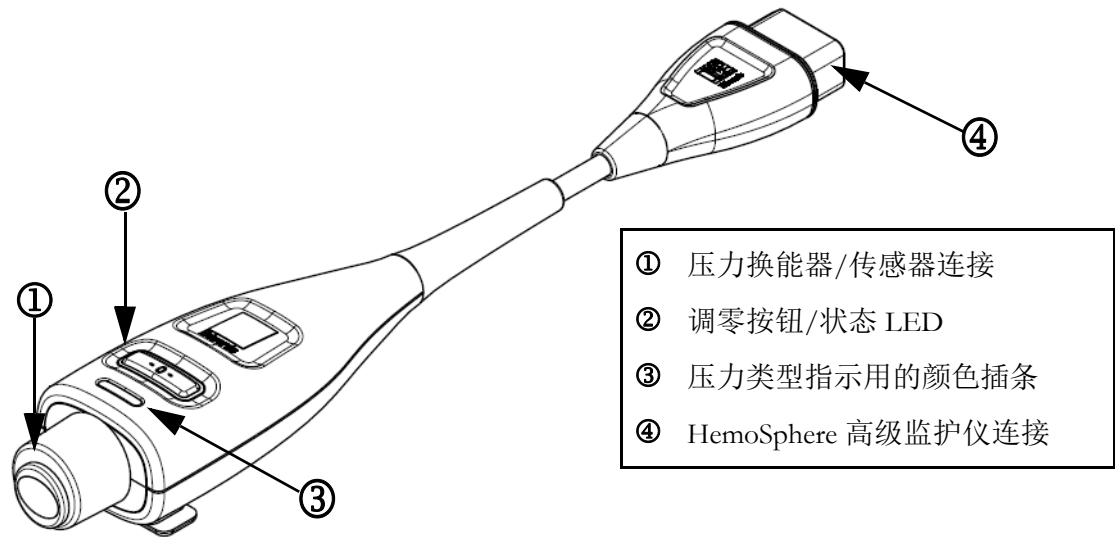

图 10-1 HemoSphere 压力缆线
HemoSphere 压力缆线为可重复使用的设备，其一端 ④ 与 HemoSphere 监护仪连接，另一端 ① 与任何经批准的 Edwards 一次性压力换能器 (DPT) 或传感器连接。请参阅第 141 页的图 10-1。HemoSphere 压力缆线从兼容的 DPT（例如 TruWave DPT 或 FloTrac 传感器）获取单个压力信号并进行处理。FloTrac 或 Acumen IQ 传感器与现有的动脉导管连接以提供微创血液动力学参数。TruWave 换能器可连接到任何兼容的压力监测导管以提供基于位置的血管内压力。请参阅各导管随附的使用说明，以详细了解如何定位和使用各导管，并了解相关的警告、注意和注释。HemoSphere 压力缆线可通过两种基于配对传感器 / 换能器的技术监测模式进行监测：**FloTrac 或 Acumen IQ 传感器监测模式**或 **Swan-Ganz 导管监测模式**。监测模式显示在导航栏顶部（请参阅第 68 页的图 5-2）。图 10-1 中显示了 HemoSphere 压力缆线的外观和连接点。
**压力类型颜色插条。**如果需要，可以在压力缆线上使用适当的颜色插条来指示监测的压力类型。请参见 ③（图 10-1）。颜色如下：
- 红色为动脉压 (AP)
- 绿色表示心排量 (CO)
- 7 通过直直地插入或拔出，连接已灌注的 FloTrac 传感器的绿色接头。环绕归零按钮（请参阅图 10-1 中的②）的压力缆线 LED 将闪烁绿光，指示检测到压力传感器。黄灯表示故障状态。如果发生这种情况，请参阅状态栏了解具体的故障状态详情。
直接按压力缆线上的物理归零按钮 ，保持三秒钟（请参阅图 10-1）。